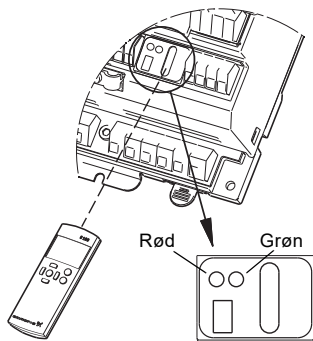

Fig. 7 R100 og signallamper
1. Ret R100 mod IO 351 og tryk [OK]. Se fig. 7.
Se fig. 7.